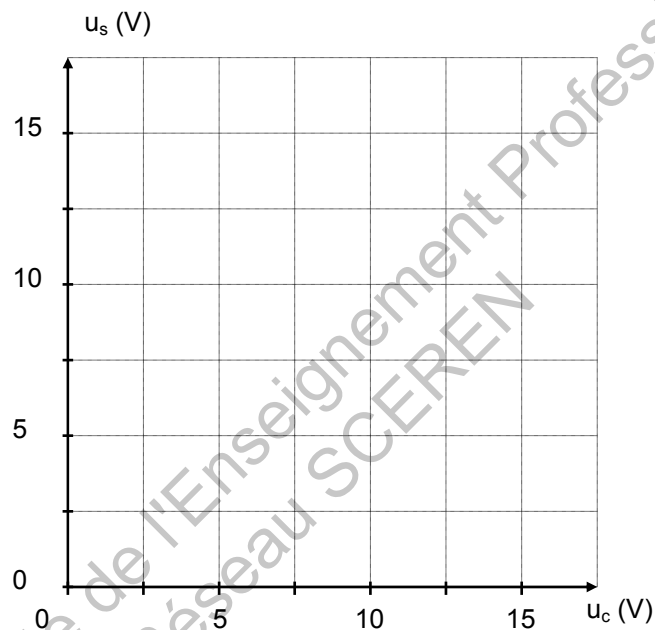

FIGURE 1
A.1.2 Tracer la caractéristique de transfert  $u_s(u_c)$  sur la figure 1.